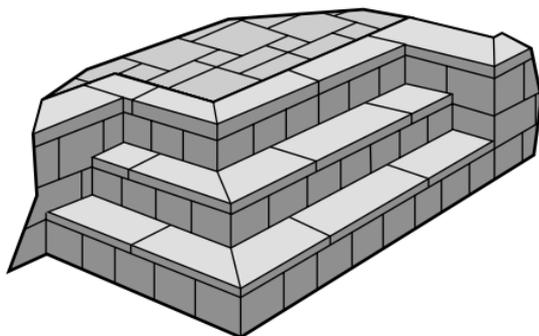

Figura 46. Escalones en forma de L y de pirámide.
*Escalones en forma de L y de pirámide:* Estas estructuras son simplemente un muro con esquinas interna y externa, donde la siguiente hilera del muro se coloca hacia atrás aproximadamente 12" (300 mm) por cada hilera. Después de colocar un contraescalón completo, se coloca la unidad de remate en la parte superior y se fija con adhesivo para concreto Unilock®. En los sistemas de traba machihembrados, será necesario realizar algún recorte de la llave superior de la unidad que queda en la esquina externa de cada hilera. El siguiente contraescalón se coloca de manera que la cara de la unidad quede en contacto con la parte posterior de la unidad de remate del escalón inferior. Se deben seguir todos los procedimientos de relleno y compactación adecuados. Asegúrese de colocar una capa de geotextil a lo largo de la parte posterior de las unidades para evitar el deslizamiento del relleno. Para lograr una mayor estabilidad, deberá colocarse una hilera adicional de unidades debajo del último escalón y de las paredes adyacentes (Figura 46).